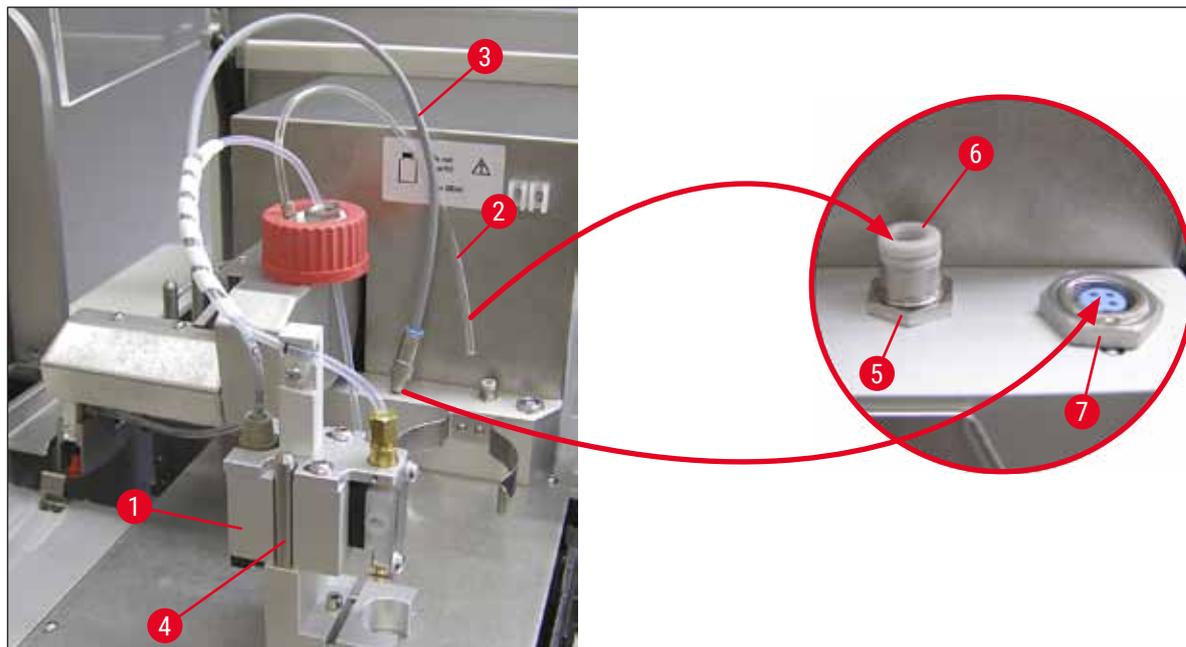

Рис. 11
2. Вставьте дозатор (→ Рис. 11-1) в держатель (→ Рис. 11-4) для исходного положения (→ Рис. 11).